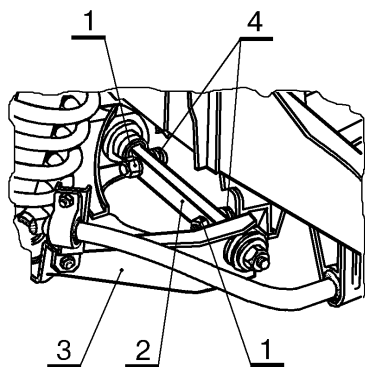

Рисунок 1 - Элементы передней подвески автомобилей LADA 2101 - 2107:
3.1.2 Ослабить гайки 1, рисунок 1, крепления оси 2 нижнего рычага до свободного снятия регулировочных шайб. В случае "прикипания" оси к поперечине нанести средство "Унисма-1" с выдержкой 10-15 мин., обстучать ось молотком; используя монтажную лопатку отделить ось от поперечины. Запрещается использовать зубило для отрыва оси рычага от поперечины (ключ кольцевой 19, молоток, лопатка монтажная, средство типа "Унисма-1").